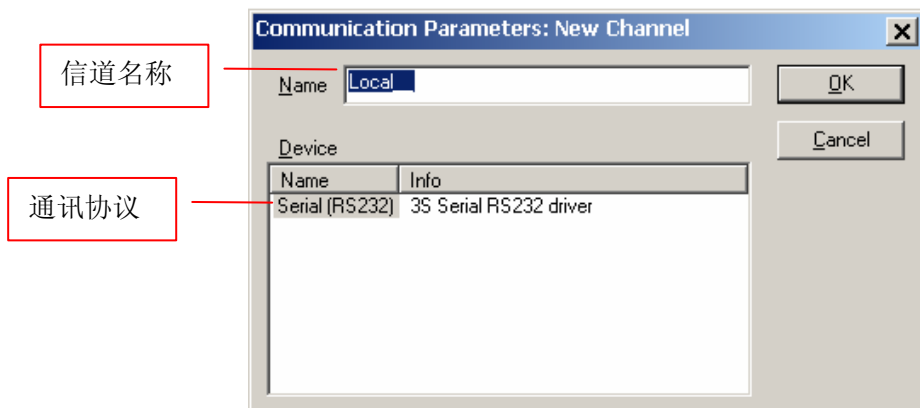

图4-28 添加新信道
2、确认后返回“Communication Parameters”，选择“New”添加新信道，出现如图 4-28 所示对话框。